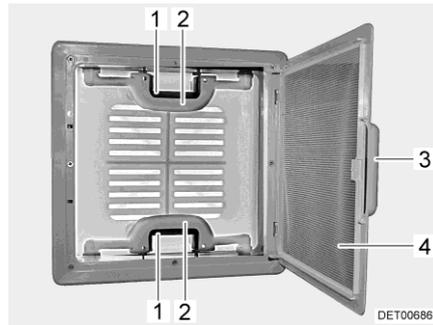

Fig. 27 Oblò a scatto
- Tirare la maniglia (Fig. 27,3).
- Ribaltare la protezione contro gli insetti (Fig. 27,4) verso il basso.
- Premere la chiusura a scatto (Fig. 27,1) verso l'interno dell'oblò. Premere contemporaneamente verso l'alto l'oblò con la maniglia (Fig. 27,2).
- Spingere la protezione contro gli insetti (Fig. 27,4) verso l'alto finché non si innesta.
- Tirare con forza verso il basso le due maniglie (Fig. 27,2) dell'oblò, fino a quando non scattano entrambe le chiusure (Fig. 27,1).